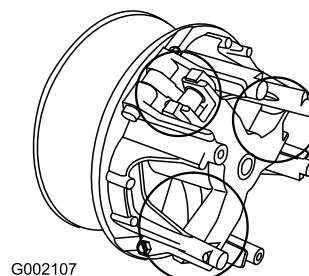

Figure 47
- Lubrifiez les pièces mobiles aux endroits indiqués par des cercles à la Figure 47 avec du lubrifiant sec en aérosol de marque Toro, disponible auprès des concessionnaires ou distributeurs Toro agréés.